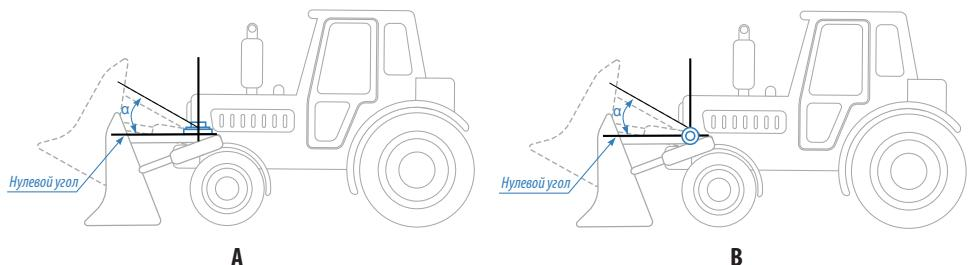

Рис.4. Пример установки датчика угла.
- Во всех режимах датчик осуществляет измерение угла наклона (α) относительно горизонтальной плоскости, обозначающей нулевой угол, кроме режимов «Тангаж» и «Крен». Начальное положение датчика при установке может быть произвольным, что позволяет установить его на любой подходящей плоскости. Например, на **Рис.4, (A)** датчик установлен на горизонтальной площадке, на **Рис.4, (B)** – на боковой площадке.